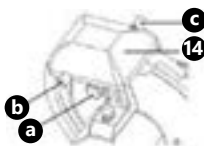

Imagen 4
- Tire hacia afuera del afilador (14) y gírelo 180°.
- Coloque el afilador (14) en sobre la guía y apriete el tornillo de fijación (1) firmemente.
- Mantenga presionado el pulsador (b, imagen 4), en la parte trasera del afilador y deje el aparato funcionar aproximadamente 30-40 segundos, para formar una rebaba en la cuchilla.